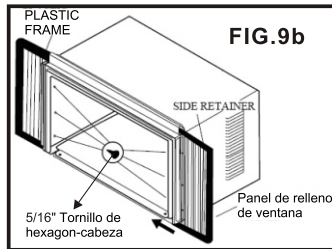

FIG. 9b
5. Inserte las patas superior e inferior del marco del panel de relleno de la ventana en el canal en el ángulo superior y el riel inferior. Hacer ambas partes. Instale el retén lateral en el gabinete como se muestra.(FIG 9b-10).